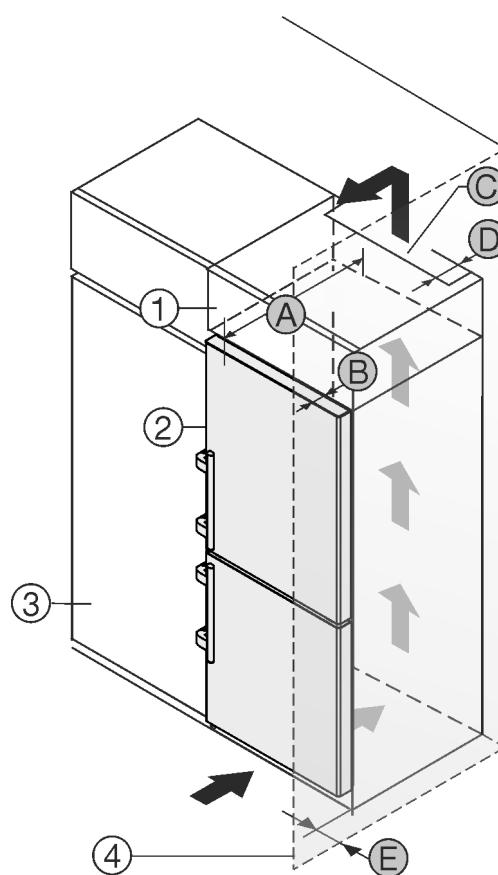

Fig. 2
- (1) Aufsatzschrank*
- (2) Gerät*
- (3) Küchenschrank*
- (4) Wand*
- (A) Gerätediefe*
- (B) Türtiefe*
- (C) Belüftungsquerschnitt*
- (D) Abstand Geräterückseite*
- (E) Abstand zur Geräteseite*
Gerät direkt neben dem Küchenschrank Fig. 2 (3) aufstellen.*
An der Rückseite des Aufsatzschrankes muss ein Abluftschacht mit der Tiefe Fig. 2 (D) über die gesamte Aufsatzschrankbreite vorhanden sein.*
Unter der Raumdecke muss der Entlüftungsquerschnitt Fig. 2 (C) eingehalten werden.*
Wenn das Gerät mit den Scharnieren neben einer Wand Fig. 2 (4) aufgestellt wird, muss der Abstand zwischen Gerät und Wand mindestens 57 mm (2.24 in) betragen. Dies entspricht dem Griffüberstand bei geöffneter Tür.*
Um die Türe vollständig öffnen zu können, muss Gerät um die Türtiefe Fig. 2 (B) gegenüber der Küchenschrankfront vorstehen. Abhängig von der Tiefe der Küchenschränke Fig. 2 (3) und Verwendung von Wandabstandshaltern kann das Gerät weiter herausragen.*